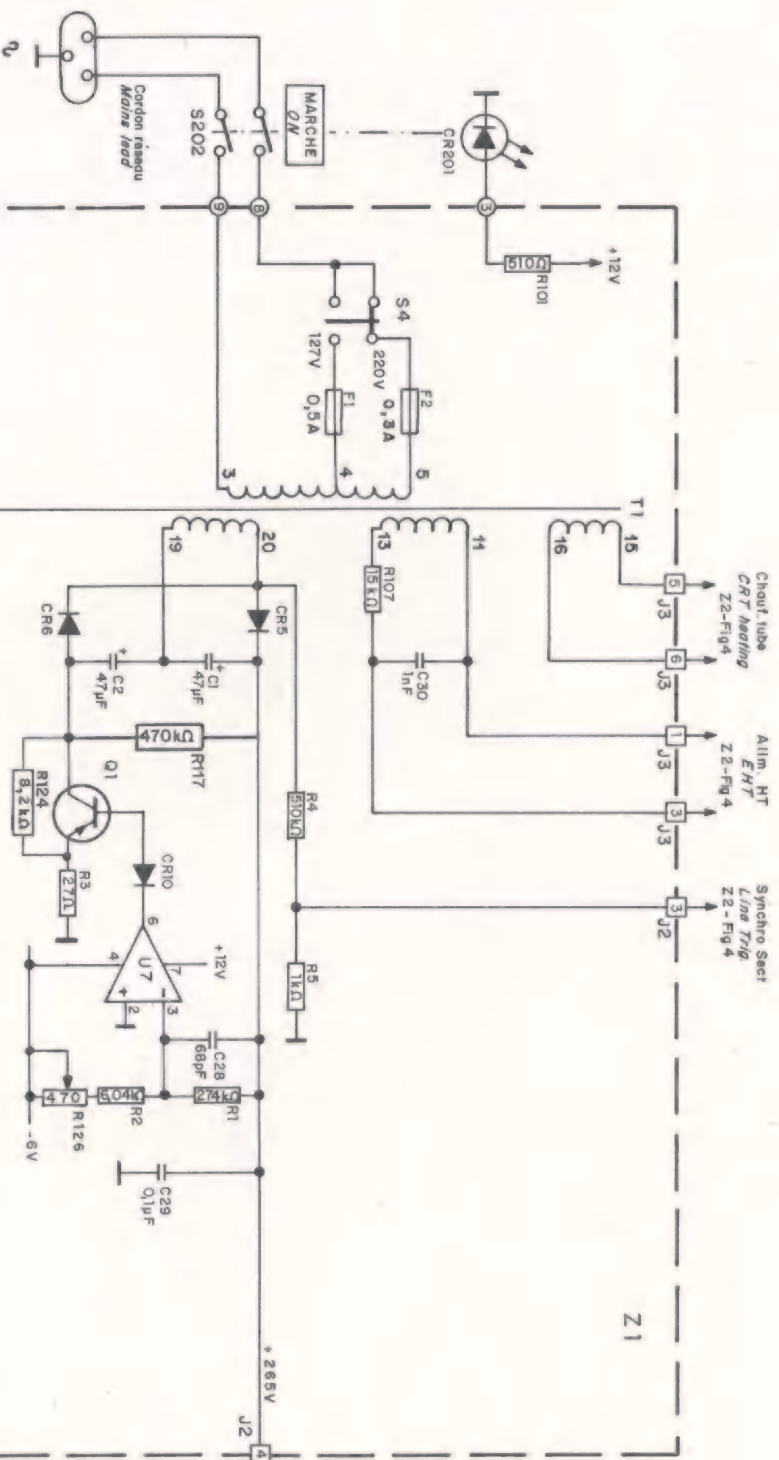

Fig. 2
4.5.1.- ALIMENTATION (Z1 - P2 - fig. 2)